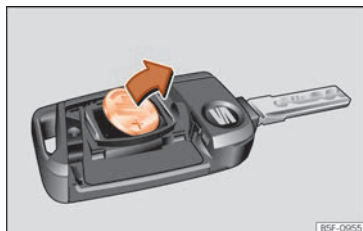

Abb. 49 Fahrzeugschlüssel: Batterie herausnehmen.
- Batterie mit einem geeigneten dünnen Gegenstand aus dem Batteriefach hebeln »» (Abb. 49).
- Drücken Sie eine neue Batterie in das Batteriefach ein »» ②.